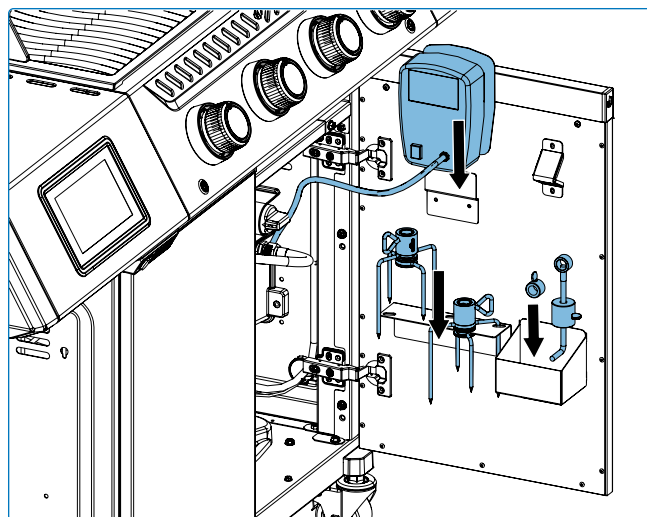

Fig 9
- Gebruik de opbergmogelijkheden voor de voeler op het zijrek bij het voorbereiden van het koken. Haal de voelers uit het stopcontact en neem ze mee naar binnen als ze niet worden gebruikt om ze te beschermen tegen de elementen (**Fig 9**).